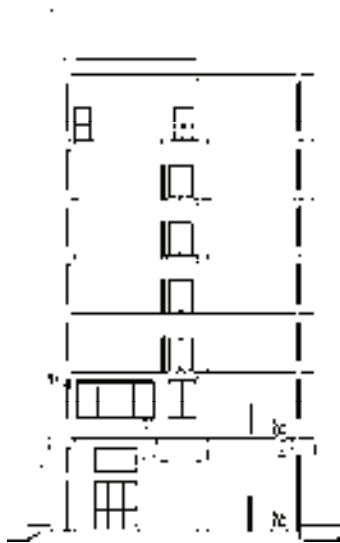

图 15-185 绘制结果
17) 重复调用“加剖断梁”命令，继续为剖面图绘制剖断梁，结果如图 15-185 所示。